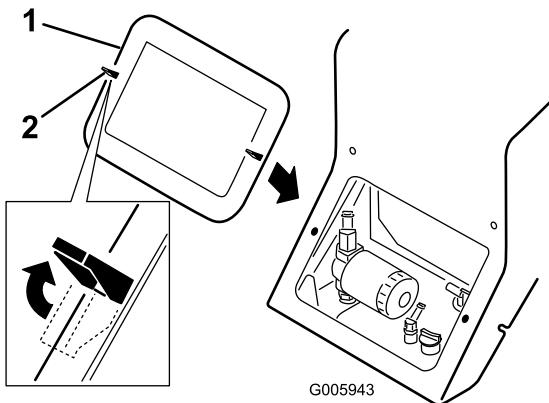

Рисунок 25
- Освободите две крепежные лапки (Рисунок 25 показан верхний левый лепесток).